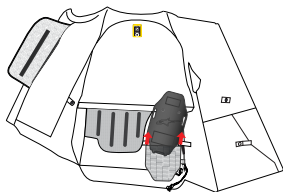

Figura 13
3. Rimuovere l'alloggiamento del gonfiatore (4) dalla tasca aprendo i due ganci di fissaggio (Figura 13).
**AVVERTENZA! La rimozione dell'alloggiamento del gonfiatore (4) non richiede l'apertura. Non aprire l'alloggiamento del gonfiatore (4). Solo i rivenditori autorizzati Alpinestars possono aprire l'alloggiamento del gonfiatore (4) a scopo di manutenzione.**